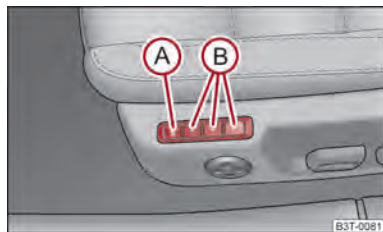

Fig. 58 Asiento del conductor: Teclas de memoria y la tecla SET
- Pulse la tecla **SET** (A) ⇒ fig. 58.
- Pulse una de las teclas de memoria (B) en el transcurso de 10 segundos después de pulsar la tecla **SET** - un sonido confirmará la memorización del ajuste de asiento.
La memoria para el asiento le ofrece la posibilidad de memorizar la posición individual de asiento del conductor y del espejo retrovisor exterior. A cada una de las tres teclas de memoria (B) ⇒ fig. 58 se puede asignar una posición individual, es decir, tres en total. Después de pulsar la correspondiente tecla de memoria (B), el asiento y los retrovisores exteriores adoptarán automáticamente las posiciones asignadas a esta tecla ⇒ página 77.
- **Breve pulsación:** Pulse brevemente la tecla de memoria deseada  ⇒ fig. 58. El asiento y los retrovisores exteriores adoptarán automáticamente las posiciones memorizadas (esto sólo es válido si el encendido está conectado y la velocidad es inferior a 5 km/h).